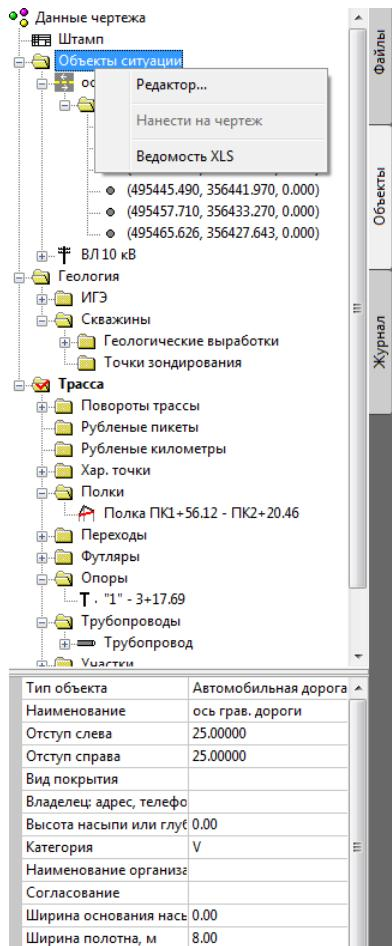

Рис. 29. Данные о пересекаемых коммуникациях отображаются в Навигаторе объектов.
1. Открыть редактор *Ситуация по трассе*, вызвав команду *Редактор* из контекстного меню на записи *Объекты ситуаций* в *Навигаторе объектов* (см. Рис. 29).